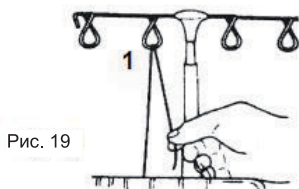

Рис. 19
2. Протяните нить сзади наперед через нитенаправитель в положении «1» (Рис. 19).